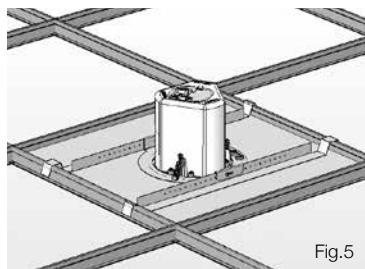

Fig.5
5. Replacez la dalle dans le plafond suspendu. Les rails montés sur la dalle se fixent sur le cadre de la dalle, supportant le poids de l'enceinte (Fig.5).